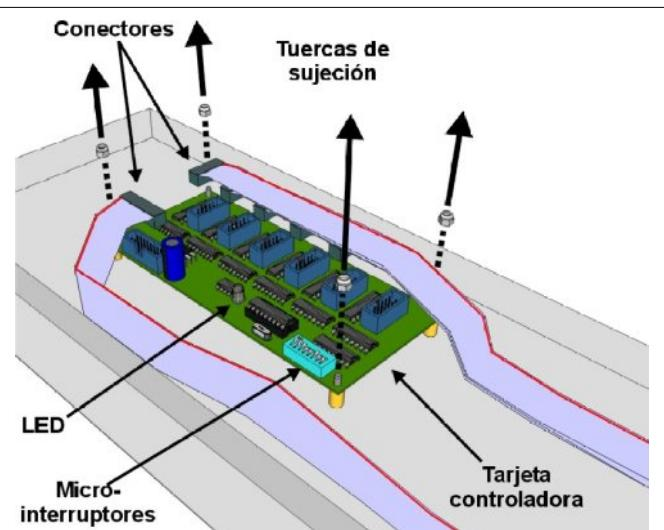

Fig. 8.4: Tarjeta controladora
4. Localice la tarjeta (o tarjetas) controladora montada dentro del soporte (Fig. 8.4), a la que están conectadas las tarjetas de visualización defectuosas; quite de la tarjeta todos los conectores anotando su posición.
5. Desatornille las cuatro tuercas de sujeción de la tarjeta controladora (Fig. 8.4) con un destornillador de 5,5 mm y sáquela de su alojamiento.